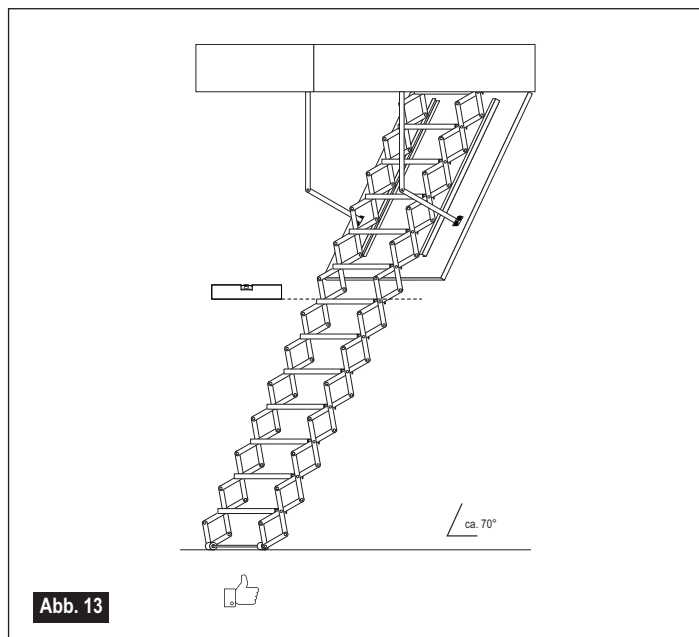

Abb. 14
- Um die Treppe richtig einzustellen, muss der Auszugsbegrenzer genau auf die Deckenhöhe eingestellt sein, siehe (Abb. 14).